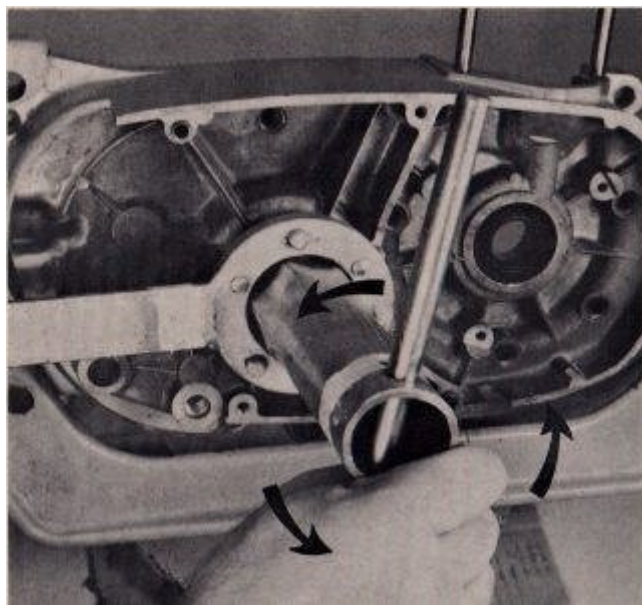

FIG. 90
3. Gire la caja que rodea, y desde el lado magneto, instale el espaciador del piñón de transmisión, el piñón de transmisión, la arandela ficha piñón y la tuerca de la rueda dentada. Montar la herramienta adecuada OSSA explotación del piñón de la rueda dentada. (UD10-999-207 para 12 ruedas dentadas T, UD11-999-207 para 11T 13T y ruedas dentadas.) Uso de la rueda dentada OSSA la llave de tuercas (N ° 999-205), gire hacia la izquierda la tuerca hasta que quede firme (Fig. 90) . Con un cincel pequeño y martillo, doble el borde de la lengüeta contra la arandela de dos pisos de la tuerca.